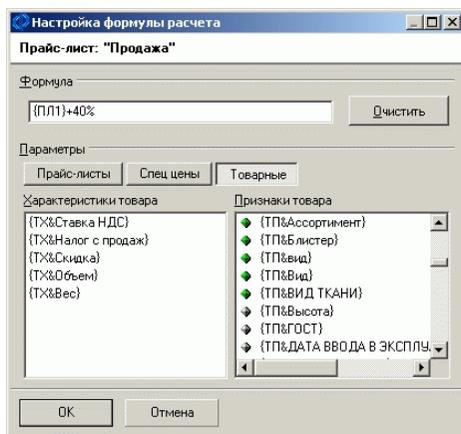

Рис. 2.30. Обозначения характеристик и признаков товара
- ▶ Группа параметров **Товарные** содержит две подгруппы: **Характеристики товара** и **Признаки товара** (см. Рис. 2.30).